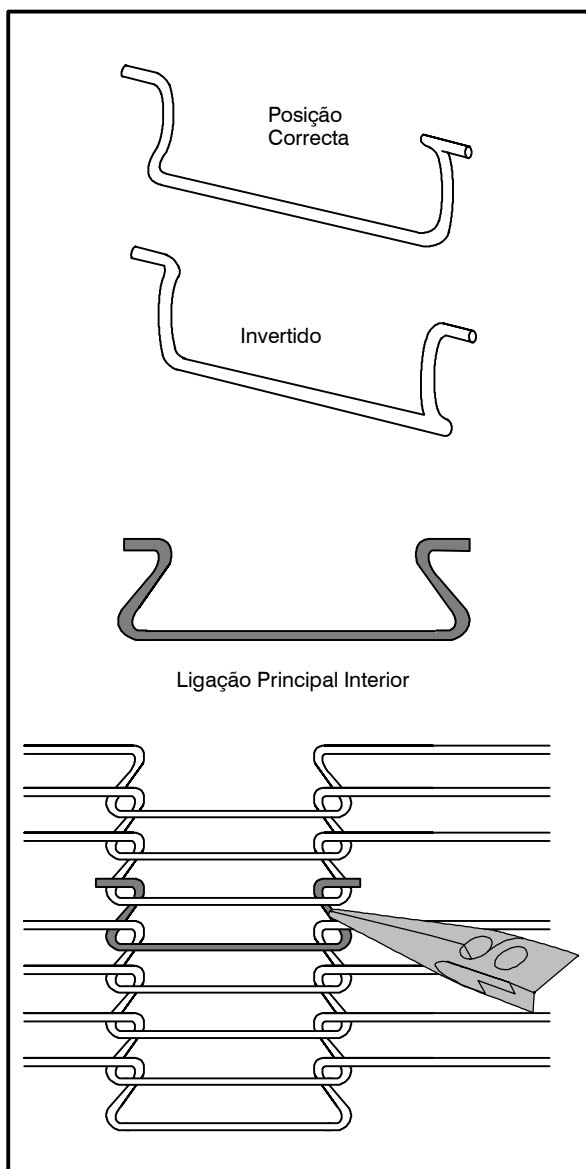

Figura 12
6. Instale as ligações principais interiores para ligar as duas extremidades da correia de transporte. Ver Figura 12.